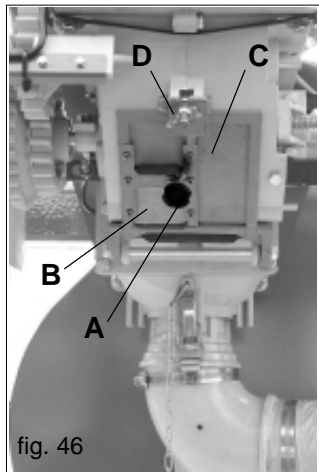

fig. 46
- a) apporre un sacco od un contenitore sotto la porta di scarico dell'apparecchio dosatore, quindi svitare il pomello (A Fig. 46) per scaricare dalla porticina (B) il contenuto della tramoggia. Infine aprire la porta di scarico (C Fig. 46) svitando il dado ad alette (D Fig. 46) per svuotare il rimanente contenuto del solo dosatore;